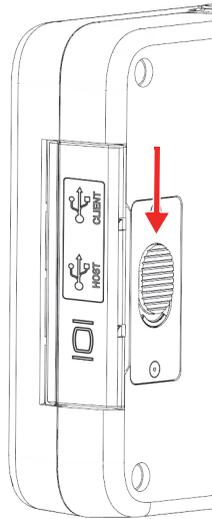

Figura 3-3 Botón de apertura de la cubierta del puerto de datos
1. Presione el botón de apertura de la cubierta, y deslícelo hacia la parte inferior del equipo para desbloquear la cubierta del puerto de datos. Vea la Figura 3-3 en la página 44.